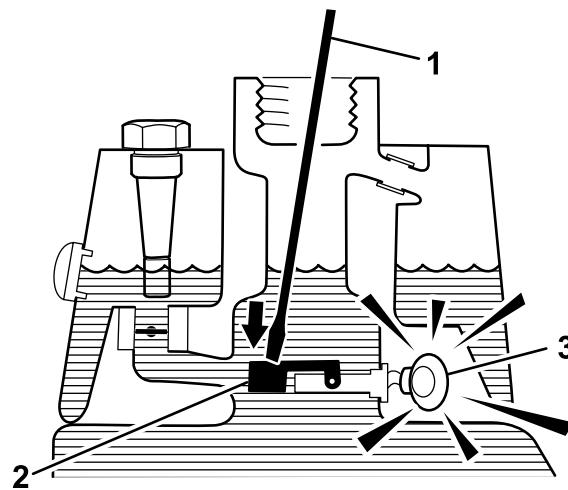

图 61
3. 将干净的支杆或螺丝刀插入油箱颈然后轻轻地向下推至浮动开关上图 61 经过 1 秒钟的延迟后警报应响起。